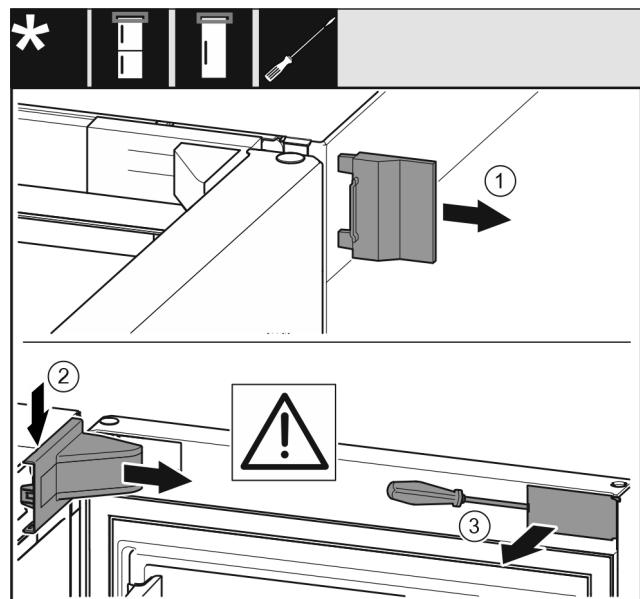

Fig. 10
- Hiqni kapakun mbulues të jashtëm Fig. 10 (1).
- Nxirri nga foleja kapakun mbulues të bazamentit mbështetës Fig. 10 (2) dhe hiqeni.
- Nxirri nga foleja panelin mbulues Fig. 10 (3) me një kaçavidë me kokë petë dhe shtyjeni anash.